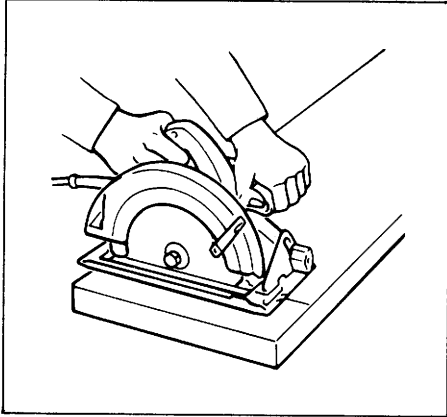
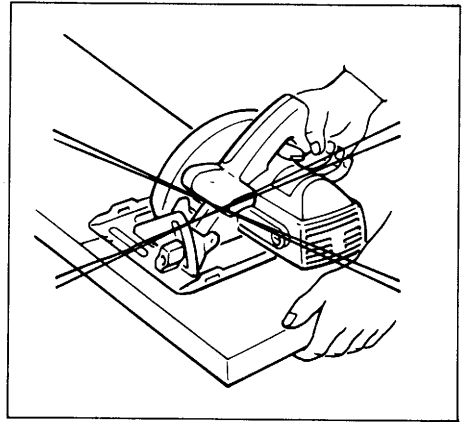

图 5
图 6
12. 将圆锯底板的较宽一边放在被坚固支旋着的那部分工件上，而不是在锯断后会掉下的部分上。做为例子，图 5 表示锯切板材端头的正确方法，图 6 为错误方法。如果工件很短或很小，则应将其夹住。决不可用手去拿短小加工件。